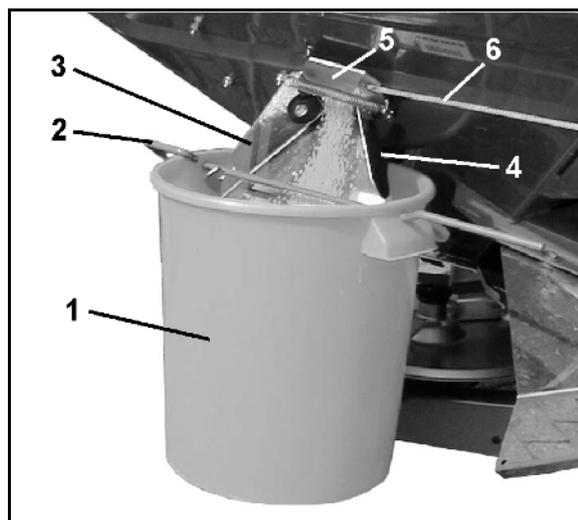

Fig. 66
1. Accrochez l'auget d'étalonnage (Fig. 66/1) à l'aide de l'étrier (Fig. 66/2) sur la goulotte de sortie (Fig. 66/3). Enclenchez l'auget d'étalonnage dans le dispositif de blocage (Fig. 66/4 et Fig. 65/1).
2. Ouvrez complètement la trappe latérale (Fig. 66/5) de la goulotte de sortie pendant 5 s environ à l'aide d'un câble (Fig. 66/6) (pour assurer un flux régulier de l'engrais). Reversez ensuite dans l'épandeur la quantité d'engrais récupérée.